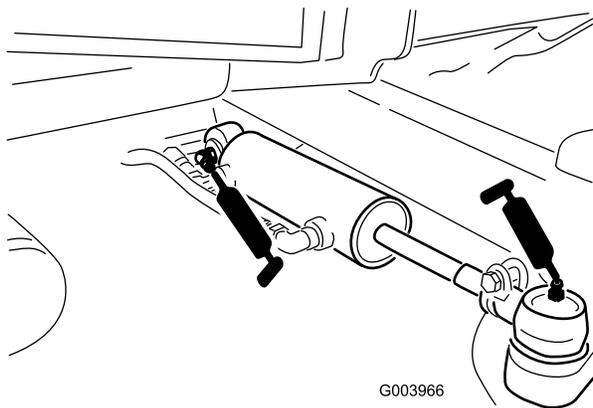

Рисунок 51
- Шаровые опоры гидроцилиндра рулевого управления (2 шт.) (Рисунок 51)